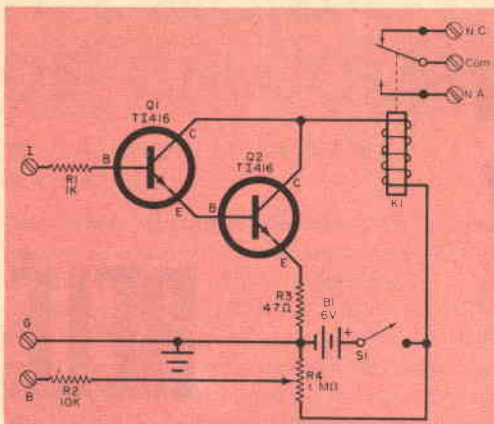

Fig. 1 - Per far funzionare il relé nel circuito di questo dispositivo, sono sufficienti 0,2  $\mu$ A - 1 V.
Nella *fig. 1* è illustrato il modo in cui due antenne devono essere disposte verticalmente per ridurre al minimo la dissolvenza del segnale.
**Fig. 1** - Un separatore ibrido consente ai segnali di un'antenna di sommarsi ai segnali dell'altra antenna e di ridurre al minimo le perdite nel caso in cui un'antenna si comporti come un carico nei confronti dell'altra antenna in fase.
due transistori; l'amplificatore comanda un comune relé sensibile, di tipo elettromagnetico. Come risulta dalla *fig. 1*, i transistori Q1 e Q2 sono collegati in un circuito Darlington modificato (un circuito Darlington è costituito da due o più transistori collegati in modo tale da avere un ingresso singolo, un carico comune ed un guadagno di corrente che è il prodotto del guadagno di corrente di ciascun transistore). Il resistore R1, in serie, ha il compito di limitare la corrente di base in modo da prevenire eventuali danni ai transistori, danni che potrebbero essere determinati da segnali di ingresso troppo elevati. Il resistore di emettitore, R3, non shuntato, stabilizza il funzionamento del circuito e provvede ad una certa compensazione della temperatura. Il controllo della sensibilità, R4, ed il resistore limitatore di corrente, R2, fanno parte di un circuito di polarizzazione e di controllo, che consente l'uso di elementi sensibili esterni, di tipo resistivo e di tipo ad interruzione. L'ali-